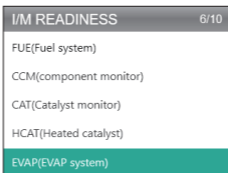

Figura 9.1.5
5. Selezionare PRONTEZZA I/M (Figura 9.1.5) e premere [OK] per visualizzare il significato completo delle frasi abbreviate che descrivono i monitor e i componenti.